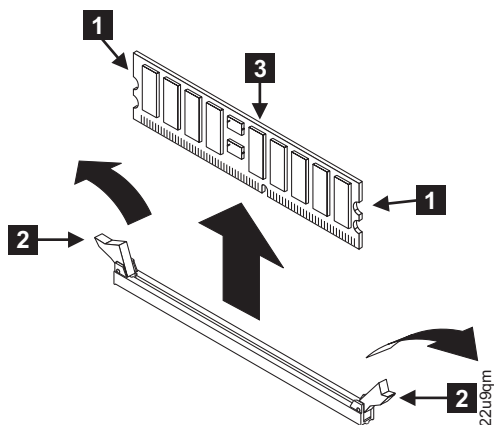

Figura 110. Removendo os módulos de memória
6. Abra os cliques **2** pressionando-os para fora, conforme mostrado em Figura 110 na página 141. Esta ação retirará o módulo de memória **3** para fora do conector.